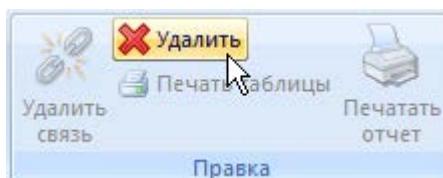

Рис. 17-35 – Кнопка «Удалить» панели «Правка»
- 3) Нажать кнопку «Удалить» панели «Правка» (рис. 17-35).